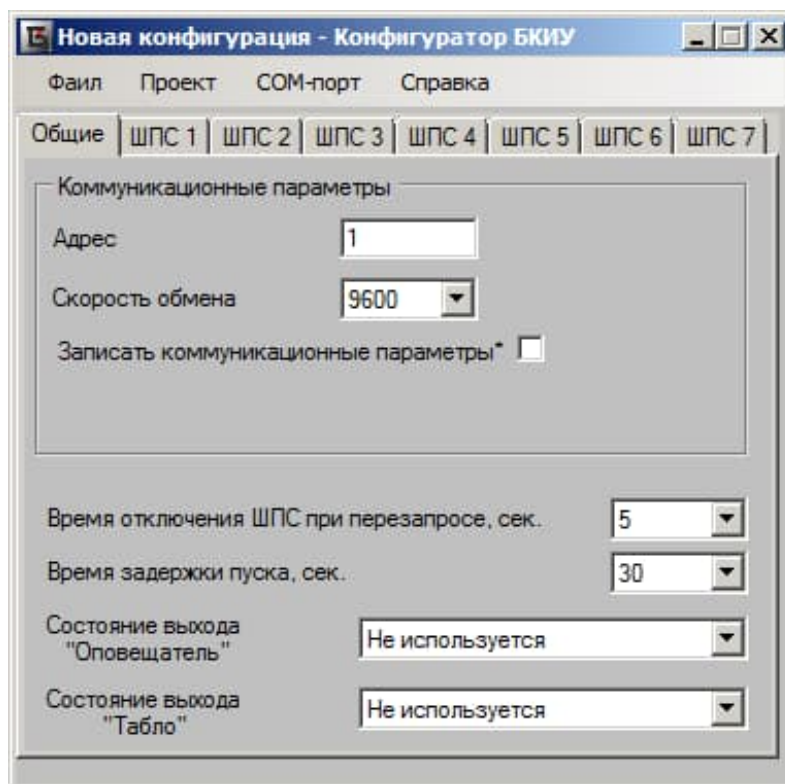

Рисунок 5 – Главное окно конфигуратора
8.1 Конфигурирование Блока осуществляется с помощью программного обеспечения «**Конфигуратор БКиУ**» (программное обеспечение можно скачать на сайте производителя). При запуске конфигуратора откроется главное окно (рисунок 5).